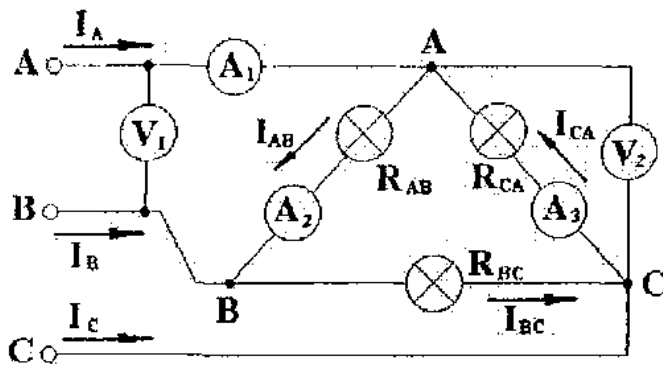
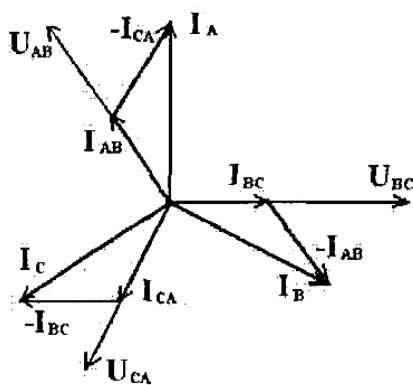

Рис.3.3. Схема с соединением активной трехфазной нагрузки треугольником.
Рис.3.4. Векторная диаграмма токов при равномерной нагрузке соединений треугольником.
Схема соединений показана на рис. 3.3. При этом три фазные нагрузки соединяются последовательно в замкнутую цепь, а места соединений соединяются с линейными проводами линии питания. Иначе можно сказать, что все три фазные нагрузки присоединяются к линейным напряжениям. Фазные токи нагрузки при этом меньше линейных. При равномерной нагрузке фаз  $I_L = \sqrt{3} I_\Phi$ . Это видно на векторной диаграмме токов для этого режима, показанной на рис. 3.4. При обрыве цепи в одной из фаз нагрузки режим работы других не меняется. При коротком замыкании в фазе нагрузки наступает тяжелый аварийный режим, при котором номинальный режим двух других фаз невозможен. При обрыве одного линейного провода напряжение на двух соприкасающихся с ним фазах падает вдвое. Например, при разрыве линейного провода "А" фазные напряжения на нагрузке равны  $U_{bc} = U_L$ ;  $U_{ab} = U_{ca} = U_L/2$ .
5.4. Исследование режима равномерной нагрузки по схеме треугольник. Собрать цепь по схеме рис. 3.3 с одинаковыми лампами. Учтите, что в этом режиме токи будут больше чем в режиме по схеме звезда.